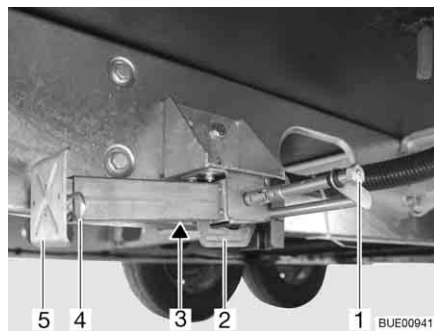

Fig. 28 Apoyo de elevación
- Colocar la llave de vaso en el hexágono (Fig. 28,1) y girarla hasta que el apoyo de elevación quede verticalmente hacia abajo.
- En caso de que la longitud del apoyo de elevación sea ajustable, extraer la clavija hendida (Fig. 28,4) de la prolongación del pie de apoyo (Fig. 28,5).
- Colocar la llave de vaso en el hexágono (Fig. 28,1) y girarla hasta que el apoyo de elevación esté de nuevo libre del suelo.
- Introducir totalmente la prolongación del pie de apoyo (Fig. 28,5) e introducir la clavija hendida (Fig. 28,4) en el orificio previsto para ello que hay en la prolongación del pie de apoyo.
- Girar el hexágono (Fig. 28,1) hasta que el apoyo de elevación se haya girado hacia arriba y la guía (Fig. 28,2) tenga contacto con el extremo de la ranura (Fig. 28,3).